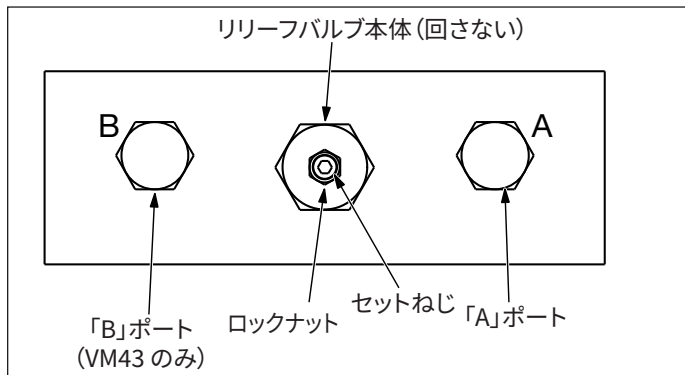

図11: リリーフバルブ - VM33およびVM43
- 0~15,000 psi [0~1,035 bar] のゲージを「A」ポートに取り付けます。図11を参照してください。